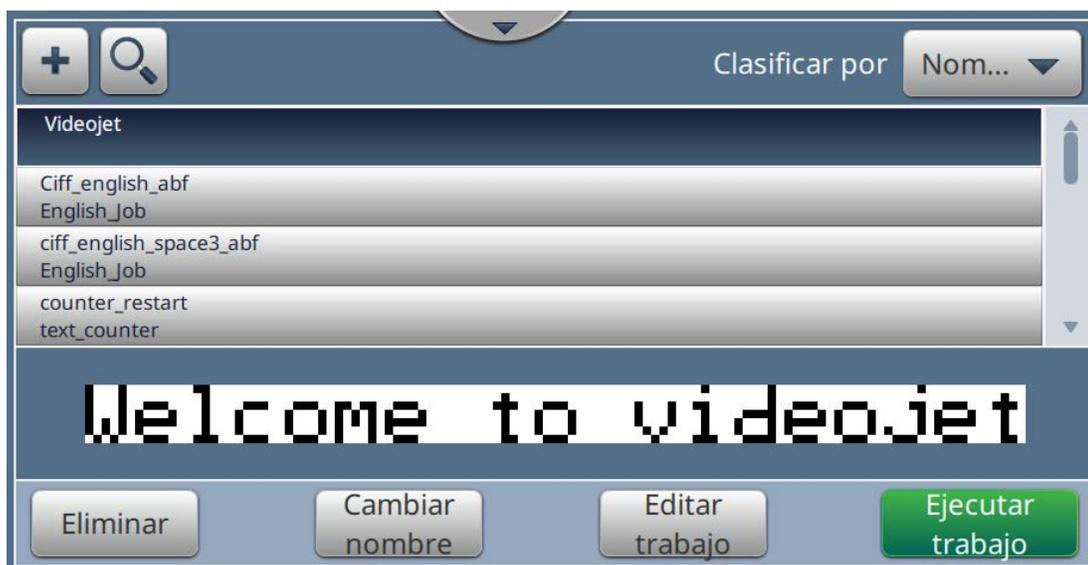

Figura 4-3: Selección de trabajos
4. El usuario inicia sesión en el nivel de acceso de usuario y este puede verse en en la parte superior de la pantalla (consulte la Figura 4-3).
2. Seleccione el trabajo deseado de la lista y pulse el botón  mostrado en la Figura 4-3. Aparecerá la vista previa del trabajo.